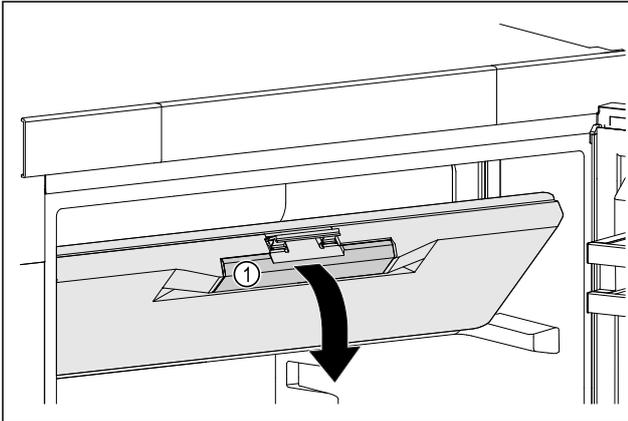

Fig. 41
- ▶ Afferrare lo sportello del vano congelatore dalla maniglia incassata Fig. 41 (1).